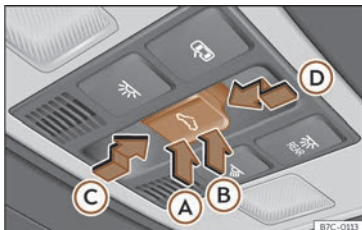

Fig. 60 Pe capitonajul plafonului: buton trapă.
Butonul <>>> **fig. 60** are două poziții. Primul nivel permite trecerea trapei în poziție înclinat, prin deschiderea sau închiderea totală sau parțială a acesteia.
- În aproximativ 5 secunde de la activarea funcției de acționare de siguranță, apăsați butonul ⇐ >>> **fig. 60** până la nivelul doi în direcția săgeții Ⓢ, până când trapa se închide complet.